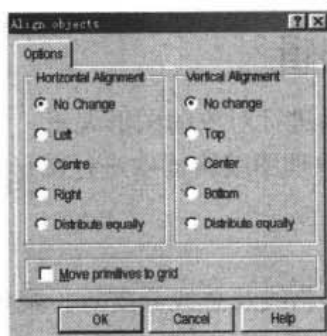

图 4-66 Align objects (对象排列) 对话框
**Align:** 此菜单项可以对已选中的对象同时进行横向和纵向两个方向的排列或对齐操作。选择 Align... 命令后, 系统即弹出如图 4-66 所示的 Align objects (排列对象) 对话框。
下面对图 4-66 的选项设置进行说明:
**Align Left:** 将选中的所有对象, 向最左边的那个对象靠齐, 所有对象的图形左边界处于一条垂直线上, 此菜单项与图 4-66 中 Horizontal Alignment 组的 Left 单选项功能相同。
**Align right:** 将选中的所有对象, 向最右边的那个对象靠齐, 所有对象的图形右边界处于一条垂直线上, 此菜单项与图 4-66 中 Horizontal Alignment 组的 Right 单选项功能相同。
**Center Horizontal:** 将选中的所有对象, 移动到最左边对象和最右边对象的中间位置, 此菜单项与图 4-66 中 Horizontal Alignment 组的 Center 单选项功能相同。
**Distribute Horizontally:** 将选中的所有对象, 在水平方向等间距分布, 其分布范围为最左边对象到最右边对象的距离, 此菜单项与图 4-66 中 Horizontal Alignment 组的 Distribute equally 单选项功能相同。
**Align Top:** 将选中的所有对象，向最顶端的那个对象对齐，所有对象的图形最上边处于一条水平线上，此菜单项与图 4-66 中 Vertical Alignment 组的 Top 单选项功能相同。
**Align Bottom:** 菜单命令的功能正好与 Align Top 相反，它将选中的所有对象，向最底端的那个对象对齐，所有对象的图形最底边处于一条水平线上，此菜单项与图 4-66 中 Vertical Alignment 组的 Bottom 单选项功能相同。
**Center Vertical:** 菜单命令的功能是将选中的所有对象，移动到最上面对象和最下面对象的中间位置，此菜单项与图 4-66 中 Vertical Alignment 组的 Center 单选项功能相同。
**Distribute Vertically:** 菜单命令的功能是将选中的所有对象，在垂直方向等间距分布，其分布范围为最上面对象到最下面对象的距离，此菜单项与图 4-66 中 Vertical Alignment 组的 Distribute equally 单选项功能相同。